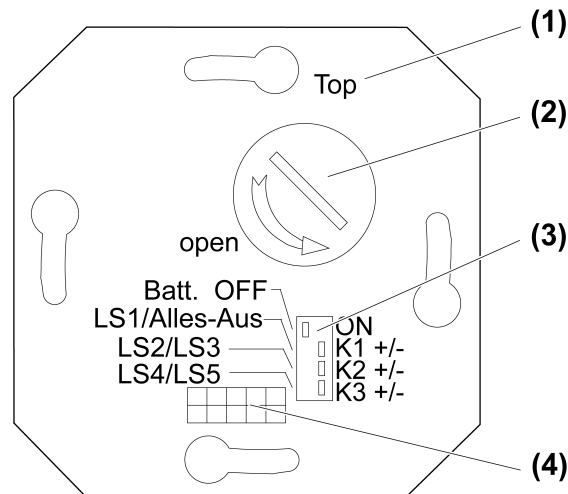

Figure 1
- Commuter le commutateur **Batt.** (3) vers la droite en position **ON**.
- Sélectionner la fonction des touches conformément au tableau suivant avec les commutateurs de fonction (3) (figure 1).